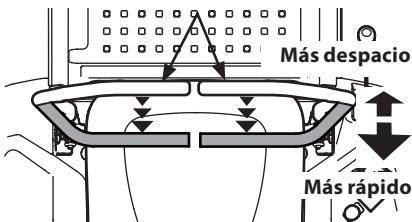

Figura 26
- Mueva las dos palancas de control de la transmisión de barras de seguridad lenta y uniformemente hacia atrás. El tractor comenzará a moverse hacia atrás. Consulte la Figura 26.